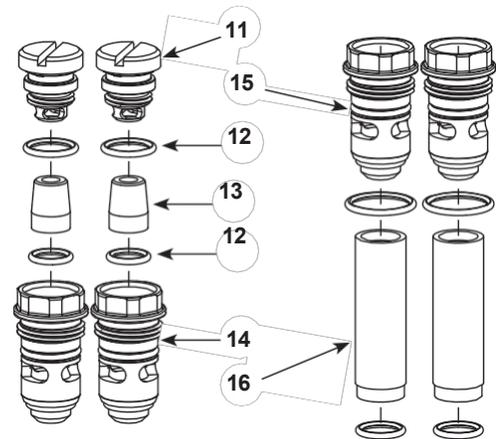

Figure 25 Assemblage des raccords aux tubes de fluidification
4. Voir la figure 25. Assembler les clapets anti-retour (13) Les joints toriques (12), les bouchons d'accès (14) et les capuchons de raccord (11) doivent être assemblés avant de remplacer les tubes de fluidification (16). Ensuite, une fois cette opération terminée, monter les bouchons d'accès complets (15) et les joints toriques supplémentaires sur les tubes de fluidification (16).